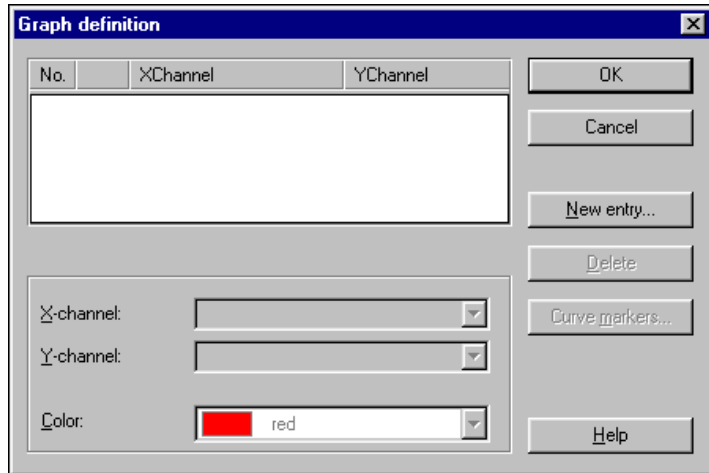

図 4-3 Graph Definition ダイアログボックス
4. VIEW の上側の座標軸系ウィンドウ内でダブルクリックすると、ダイアログボックスが開き、そこに表示するデータを構成することができます (図 4-3 を参照)。このダイアログボックスで、XY データチャンネルの各セットは 1 行に表され、各 XY チャンネルの色も表示されます。VIEW の各ウィンドウで、最大 20 組の XY チャンネルを表示することができます。